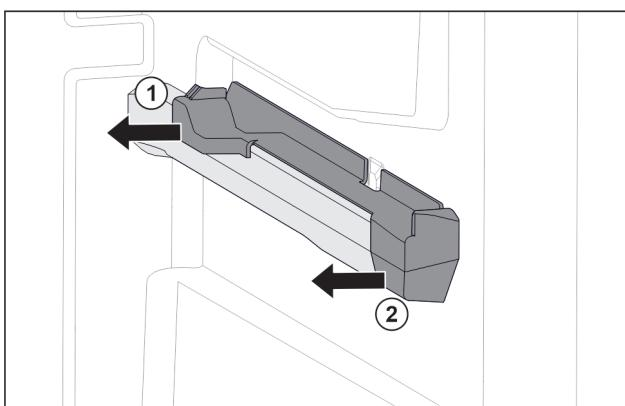

Fig. 82 Вставна частина на правому ребрі для резервуару
- Відсунути вставну частину назад вбік. Fig. 82 (1)
- Відсунути вставну частину вперед вбік. Fig. 82 (2)